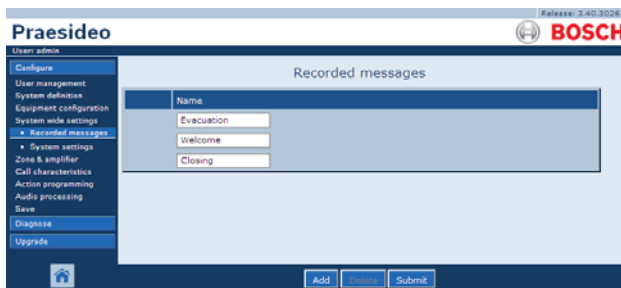

рисунок 45.8: Регистрация сообщения, шаг 4
- Нажмите кнопку *OK* для подтверждения того сообщения, которое должно быть удалено из списка. В основной части веб-интерфейса откроется экран, подобный экрану, приведенному на рисунок 45.8.